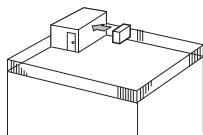

Fig. 2-2
- Anbring udblæsningen, så den vender imod den nærmeste væg og ca. 35 cm fra den. (Fig. 2-2)